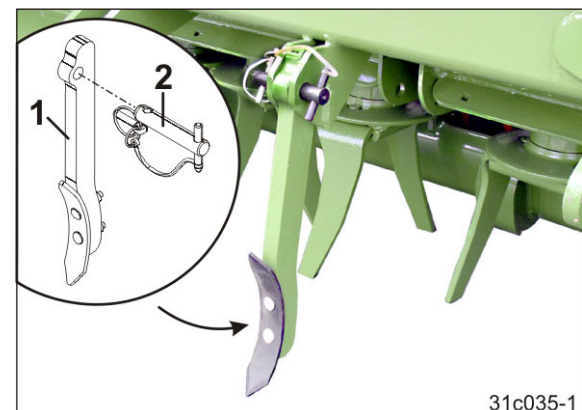

図 70
4. センターライン消し (図 70/1) をピン (図 70/2) で留め、リンチピンで固定します。